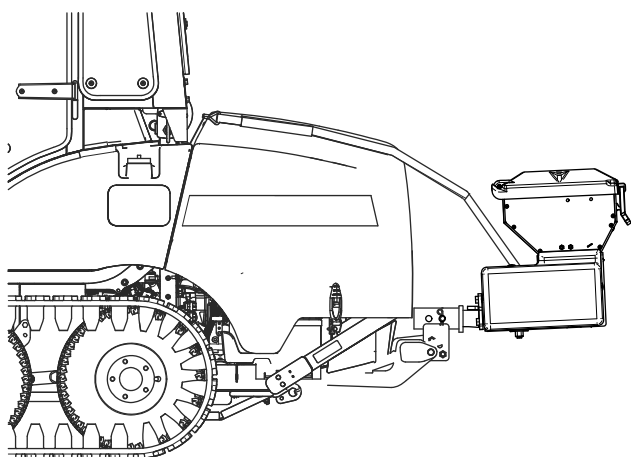

Figure 25
1. Insérez l'attelage de l'épandeur dans le récepteur d'attelage du véhicule et alignez le second trou de l'attelage de l'épandeur sur le trou de l'attelage du véhicule (Figure 25).